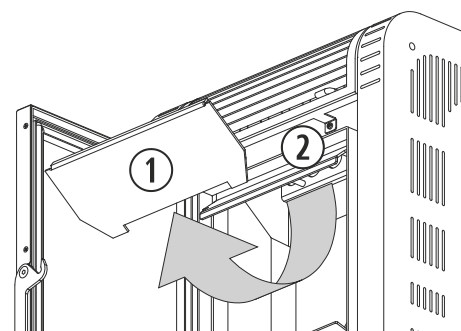

Figura 17
Se debe realizar una acción de limpieza a mayores sobre el hogar (②) de las estufas *Basic* y *Moon* (figura 17). Debemos empujar hacia arriba la placa superior del hogar (①), hasta desencajar las pestañas que la fijan a la placa central y tirar de ella. Al finalizar, colocamos de nuevo la placa superior asegurándonos que las patillas queden correctamente encajadas.
①	Placa superior del hogar.
②	Intercambiador de calor.